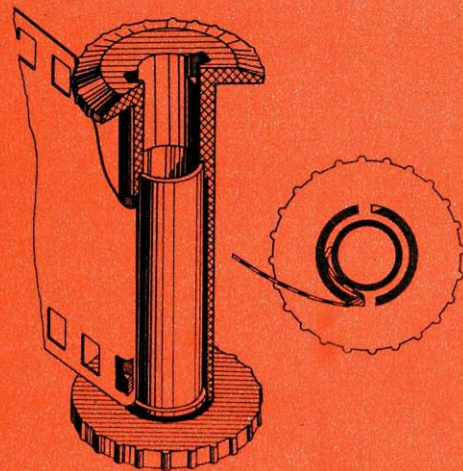

Рис. 7. Заправка пленки в катушку
6. Заправить конец пленки в щель катушки и закрепить пленку, введя зуб катушки в перфорационное отверстие (рис. 7 и 8).